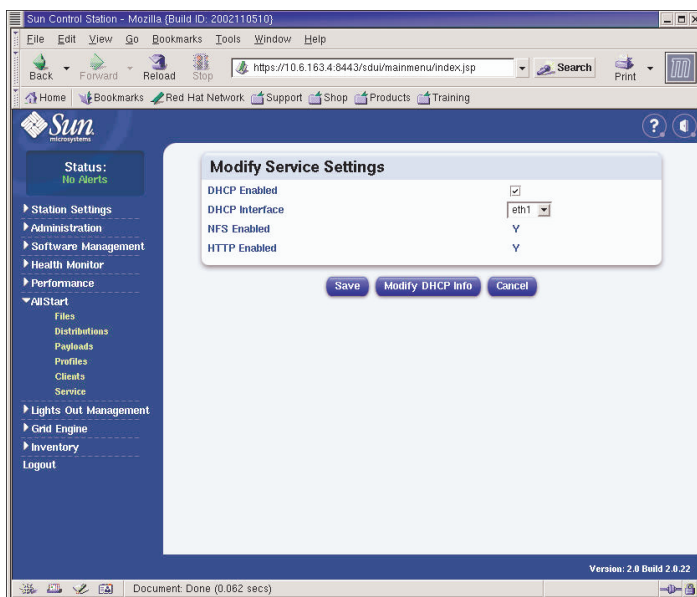

FIGURE 2-23 Fenêtre Modify Service Settings
3. Dans cette fenêtre, sélectionnez les options suivantes (voir l'exemple de la FIGURE 2-23).